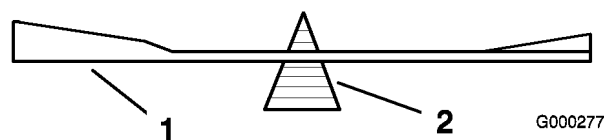
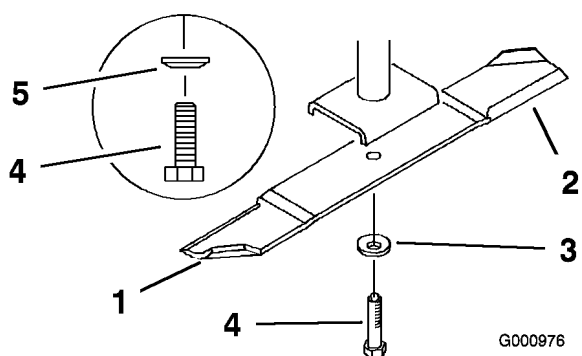

Figure 64
Figure 65
2. Retirez de l'axe le boulon, la rondelle élastique et la lame (Figure 65).
2. Vérifiez l'équilibre de la lame en la plaçant sur un équilibreur (Figure 64). Si la lame reste horizontale, elle est équilibrée et peut être utilisée. Si la lame est déséquilibrée, limez un peu l'extrémité de la partie incurvée seulement (Figure 65). Répétez la procédure jusqu'à ce que la lame soit équilibrée.
1. Placez la lame sur l'axe (Figure 65).
2. Installez la rondelle élastique et le boulon de la lame. Le cône de la rondelle élastique doit être dirigé vers la tête du boulon (Figure 65). Serrez le boulon à 115-150 Nm.